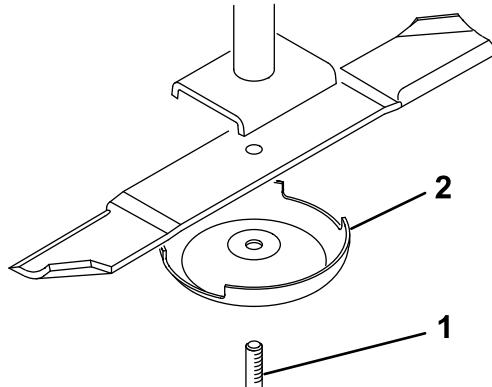

図 24
4. ぼろきれや厚いパッドの入った手袋を使ってブレードの端部をしっかりと握る。スピンドルのシャフトからブレードボルト、芝削り防止カップ、ブレードを取り外す (図 24) 。